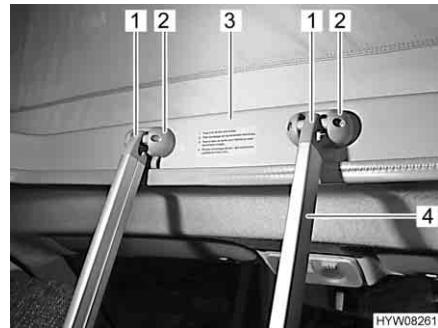

Fig. 35 Scaletta di accesso (Fiat)
Per accedere al letto sul tetto a soffietto utilizzare sempre la scaletta di accesso (Fig. 35,4) montata di serie.
- Agganciare la scaletta con i due archetti (Fig. 35,1) nelle griffe (Fig. 35,2) del telaio (Fig. 35,3) del tetto a soffietto.